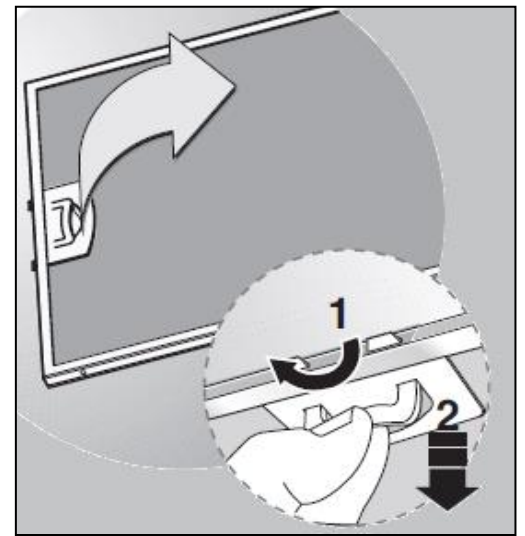

FIG. 14
### **Filtros de gordura metálicos (fig. 14)**
- Os filtros de carvão renovável podem ser lavados na máquina de lavar louça a uma temperatura máxima de 65° (ciclo de lavagem completo sem louça) ou lavados à mão com detergentes neutros não abrasivos. Retire o excesso de água tomando cuidado para não danificar o filtro, coloque-o no forno por 10 minutos a 100°C para secá-lo (fig. 14 – 16).